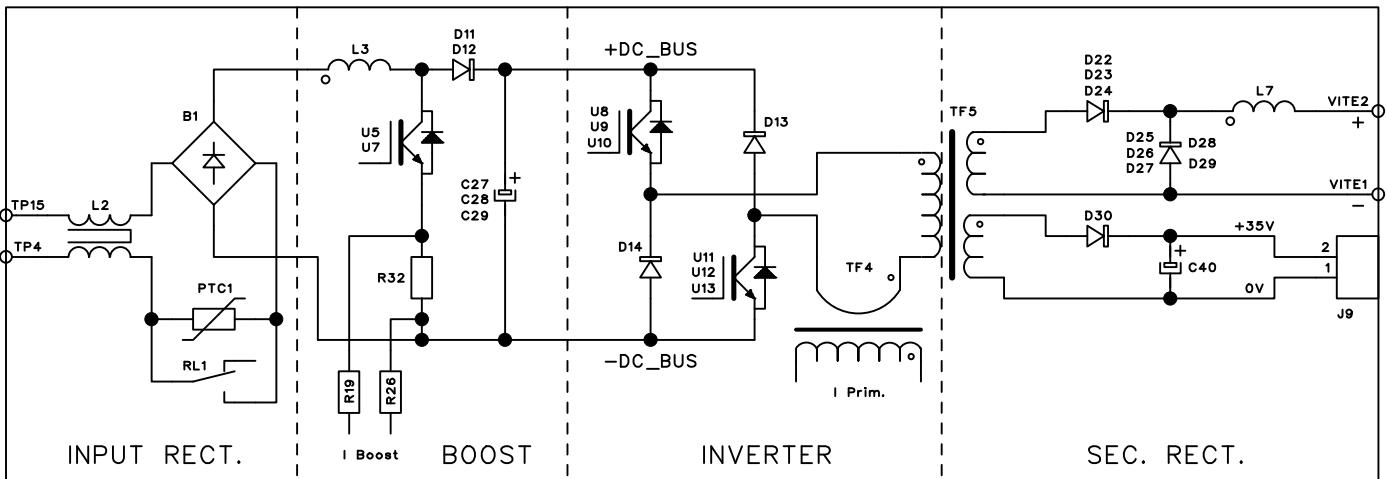

Fig. 2.3.1
Más exactamente en la tarjeta potencia (45) se pueden identificar (Fig. 2.3.1):
- el inverter de igbt, que genera la tensión alterna de onda cuadra para el transformador de potencia TF5, montado en la tarjeta potencia (45);